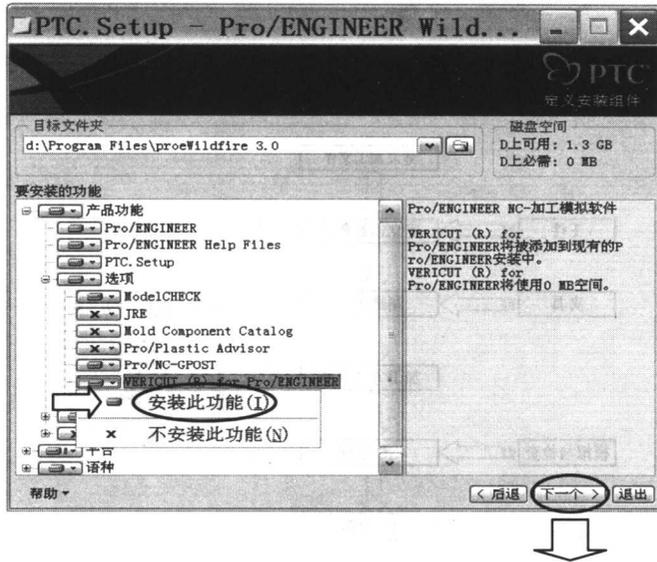

图 1-2 安装选项
在安装出现如图 1-2 所示的安装选项时，单击 VERICUT (R) for Pro/ENGINEER 安装此功能，然后单击【下一个】按钮继续进行安装。